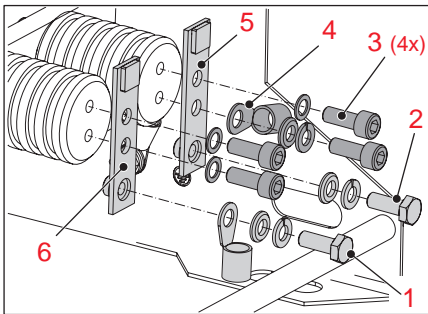

Bild 21
2. Sechskantschraube M6 (2) lösen und Kabelschuh, Sperrkantring und Sicherungsscheibe des wagenseitigen Erdungskabels abnehmen, siehe **Bild 21**.
3. Sechskantschraube M6 (1) lösen und Kabelschuh, Sperrkantring und Sicherungsscheibe des Erdungskabels zum WA Hauptkontakt abnehmen.
4. Die 4 Innensechskantschrauben (3) lösen und Schrauben mit Sicherungsringen sowie den Kabelschuh (4) mit Sperrkantring für die Gehäuse-Erdungsleitung abnehmen.
5. Kontakte K1/13 (5) und K1/14 (6) abnehmen.
6. Auf das Gewinde der 4 Innensechskantschrauben (3) Loctite Schraubensicherung (mittelfest) auftragen.
7. Neuen Kontakt K1/13 (5) auf den rechten Isolator aufsetzen und mit 2 Innensechskantschrauben (3) und Sicherungsscheiben festschrauben, dabei den Kabelschuh (4) für die Gehäuse-Erdungsleitung mit Sperrkantring und Sicherungsscheibe mit der unteren Schraube mit befestigen.
8. Neuen Kontakt K1/14 (6) auf den linken Isolator aufsetzen und mit 2 Innensechskantschrauben (3) und Sicherungsscheiben festschrauben.
10. Mit Sechskantschraube M6 (1) den Kabelschuh, Sperrkantring und Sicherungsscheibe für das Erdungskabel zum WA Hauptkontakt am Kontakt K1/14 (6) anschließen.
11. Mit Sechskantschraube M6 (2) den Kabelschuh, Sperrkantring und Sicherungsscheibe des wagenseitigen Erdungskabels anschließen.